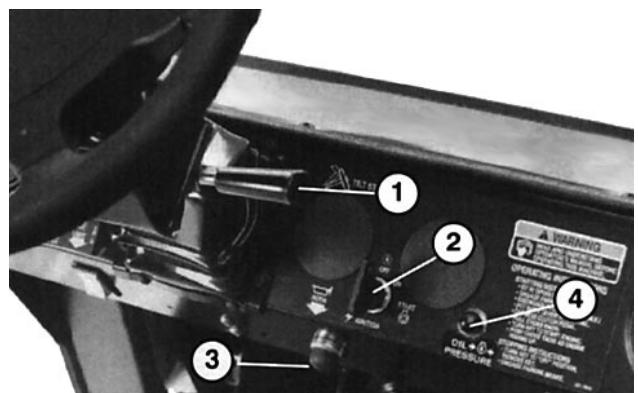

Fig. 7
**Leva di inclinazione del volante** (Fig. 7)—La leva, sulla destra della consolle, permette di regolare il volante per il confort del conducente.
**Bottone del clacson** (Fig. 7)—Premere questo bottone per suonare il clacson.
**Spia di bassa pressione dell'olio motore** (Fig. 7)—Si accende quando la pressione dell'olio motore scende sotto il livello di sicurezza mentre il motore è in moto. Se la spia è intermittente o rimane accesa, fermare il veicolo, spegnere il motore e verificare il livello dell'olio. Se è basso ma pur avendo versato dell'altro olio la spia non si spegne quando si avvia di nuovo il motore, spegnere immediatamente il motore e rivolgersi al concessionario TORO.
**Interruttore di accensione** (Fig. 7)—L'interruttore di accensione, per l'avviamento e l'arresto del motore, ha tre posizioni: OFF, RUN (marcia) e START. Girare la chiave in senso orario, in posizione START, per innestare l'avviatore. Quando il motore si avvia, rilasciare la chiave, che si sposta automaticamente alla posizione ON. Per spegnere il motore girare la chiave in senso antiorario in posizione OFF.